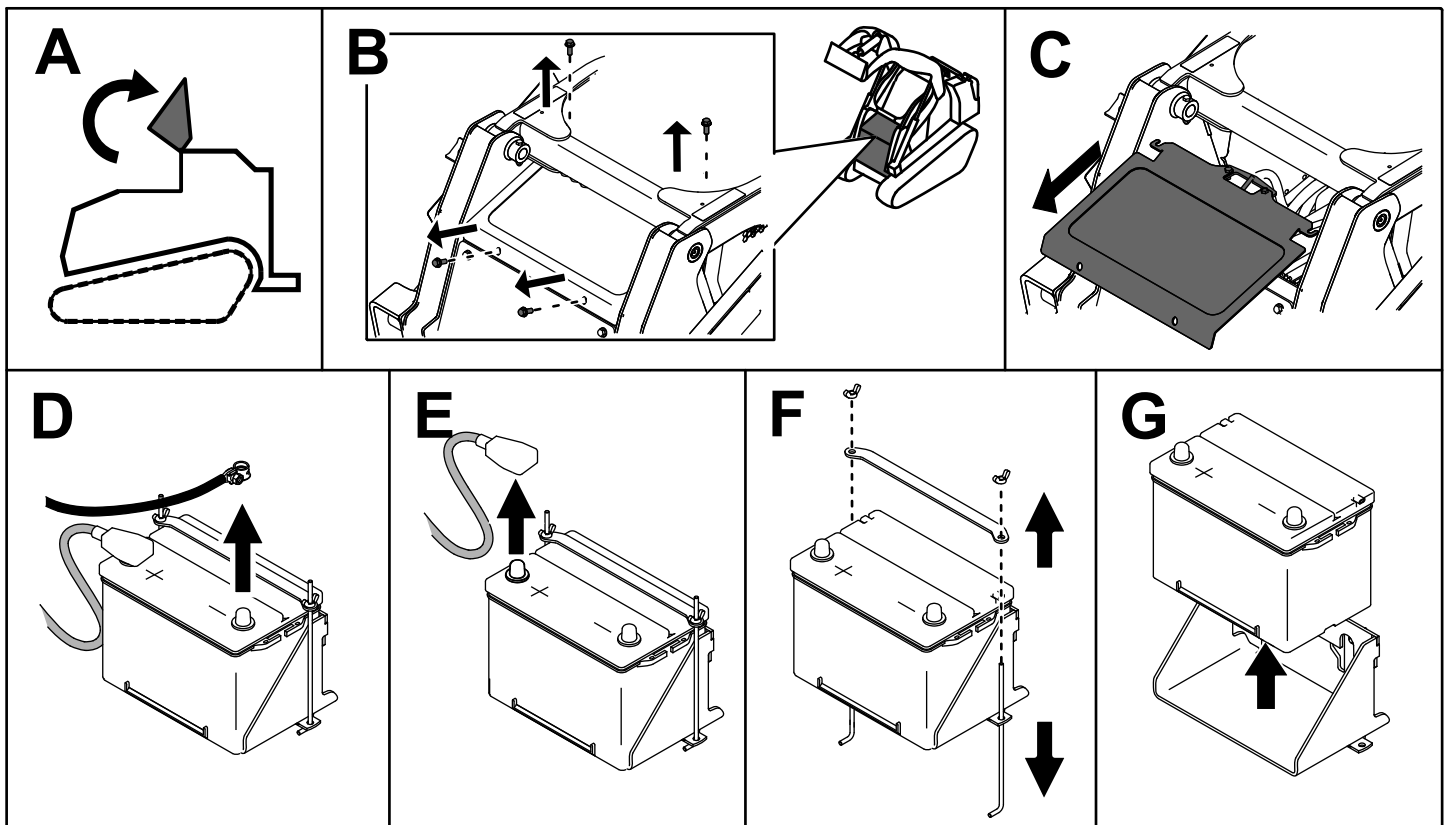

Figura 49
3. Rimuovete la batteria come illustrato nella Figura 49.